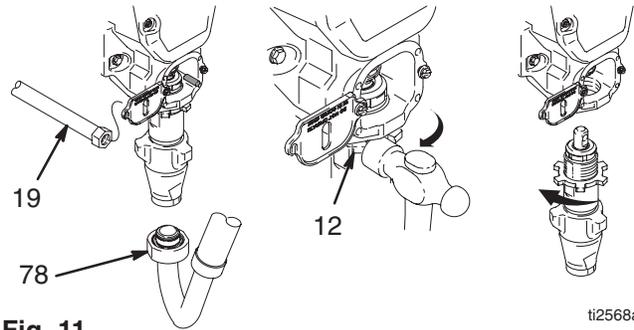

Fig. 11
5. Fig. 11. Dévisser le tube d'aspiration (78) et le flexible (19).
6. Desserrer l'écrou de la pompe (12). Dévisser la pompe.
5. Fig. 11. Monter le tuyau d'aspiration (78) et le flexible (19).